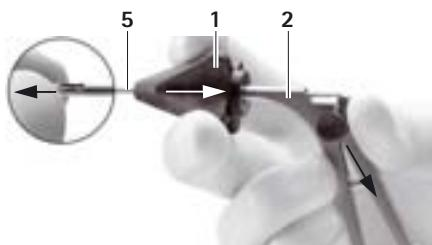

Fig. 2
- Séparer la tige 5 et la poignée 2, voir Fig. 2: